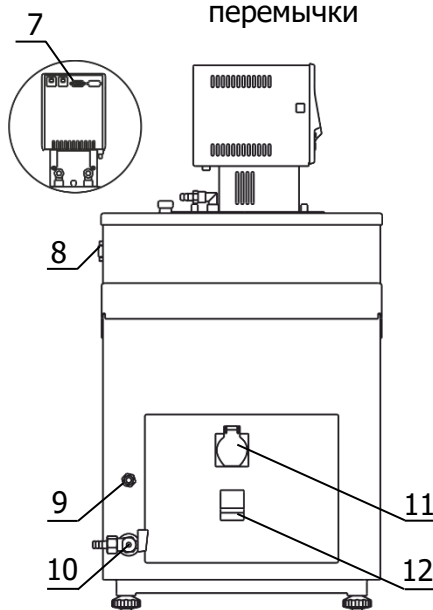

Рисунок 4 — Боковая панель
2.2.7 Вставить вилку сетевого кабеля блока регулирования в розетку 11 (рисунок 4). Соединить кабелем из комплекта поставки блок регулирования (разъем 7) и холодильную машину (разъем 8). Сетевой кабель термостата подключить к питающей сети. Для этого в лабораторном помещении должна быть установлена электрическая розетка из комплекта поставки термостата.
2.2.8 Автоматический выключатель 12 (рисунок 4) перевести в положение «включено».
2.2.11 Для заполнения соединительных шлангов и устранения воздушных пробок при первом запуске термостата, необходимо включить блок регулирования в режиме прокачки. При работе циркуляционного насоса уровень теплоносителя во внутренней ванне понизится, что может привести к срабатыванию защиты от недостаточного уровня теплоносителя. Доливать теплоноситель следует до тех пор, пока он не начнет переливаться через штуцер 9 (рисунок 4).
2.4.2 Надеть сливной шланг из комплекта поставки на кран 10 (рисунок 4) и закрепить его хомутом. Свободный конец шланга опустить в емкость для сбора теплоносителя объемом, превышающим объем термостата.